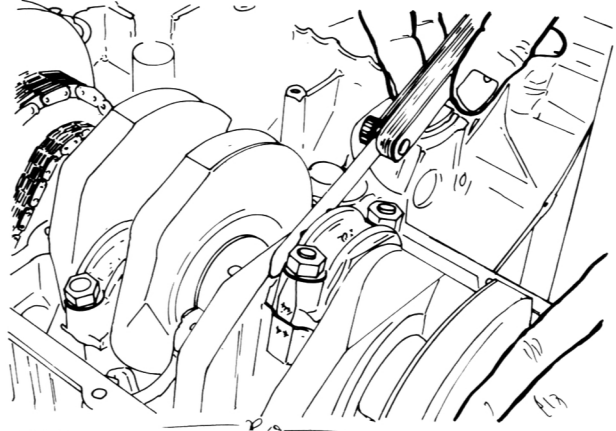

Bild 96
- Seitenabstand der Pleuel überprüfen (Bild 96). Die Verschleissgrenze beträgt 0,3 mm.